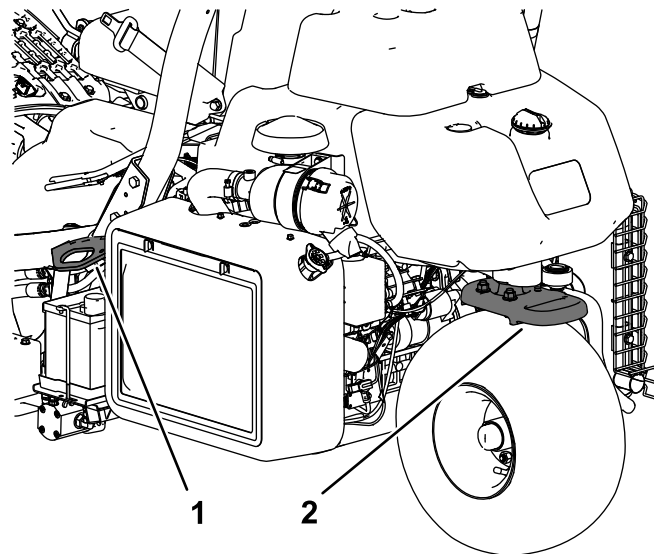

Figura 27
- Prenda a máquina de forma segura utilizando correias, correntes, cabos ou cordas. As correias frontais e traseiras devem estar dirigidas para baixo e para fora da máquina. (Figura 27).